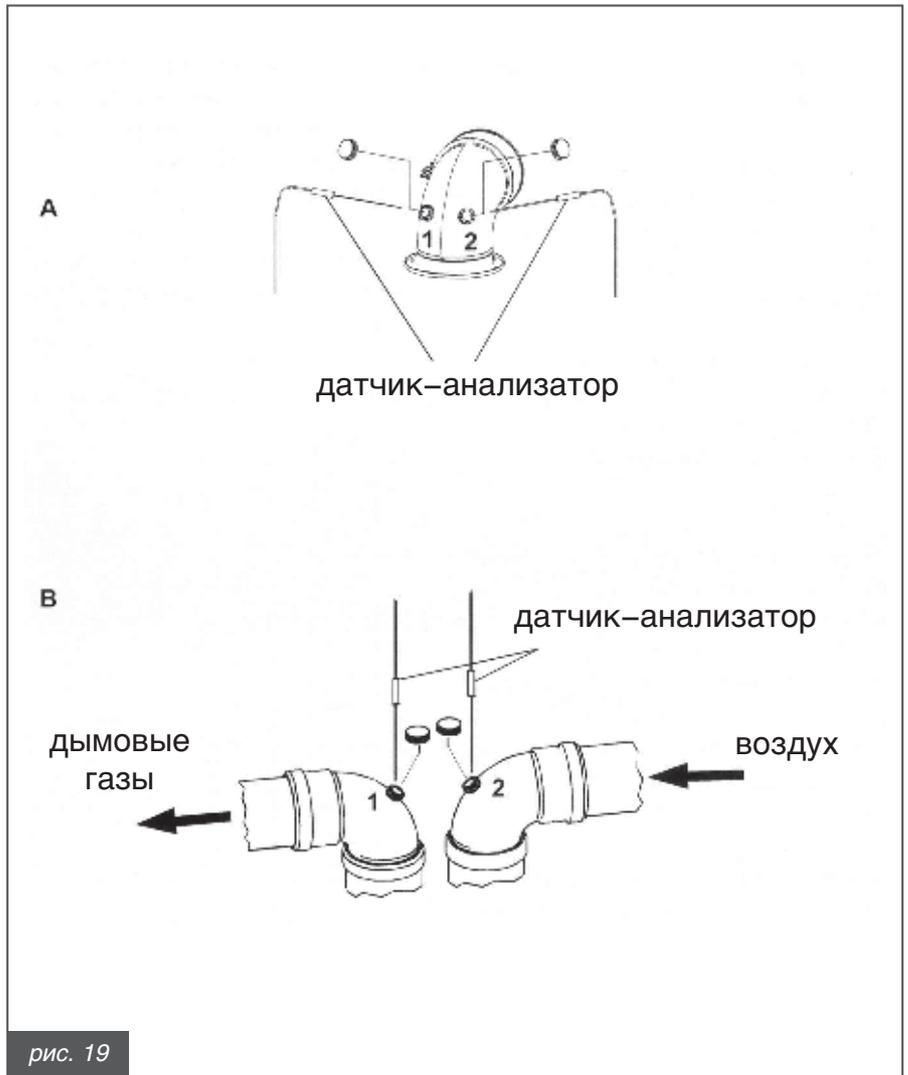

рис. 19
- измерить температуру воздуха для горения через отверстие 2 (см. рис. 19А)
- измерить температуру отходящих газов и содержание CO₂ через отверстие 1 (см. рис. 19А)
- измерить температуру воздуха для горения через отверстие 2 (см. рис. 19В)
- измерить температуру отходящих газов и содержание CO₂ через отверстие 1 (см. рис. 19В)